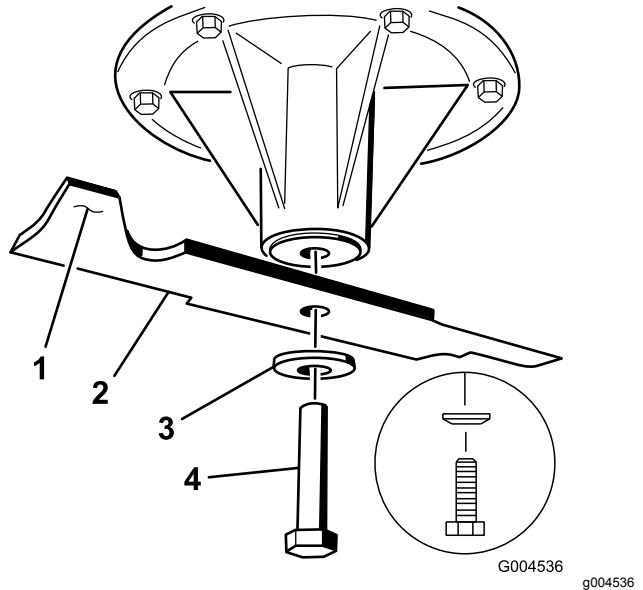

図 76
- スピンドルのシャフトからブレードボルト、湾曲ワッシャ、ブレードを取り外す図 76。
3. もし傾くようなら、重い方の裏面を少し削って調整する図 76。